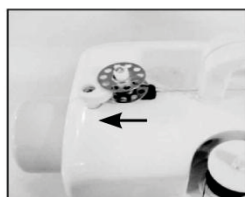

Рисунок 13
3. Вставьте шпульку в устройство для намотки шпульки и подтолкните её влево (рис.13).